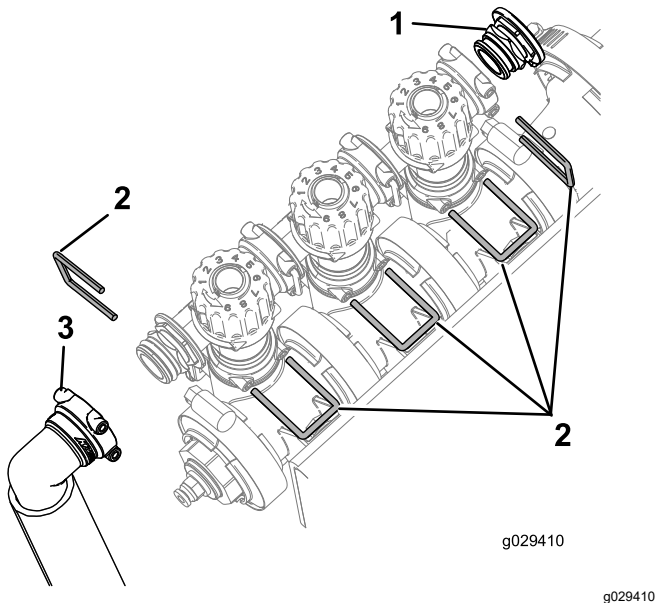

Bild 10
3. Entfernen Sie die Halter, mit denen die Sicherheitsventile für den Ausleger, die Endkappe und das Anschlussstück und der Schlauch befestigt sind, wie in **Bild 10** abgebildet.